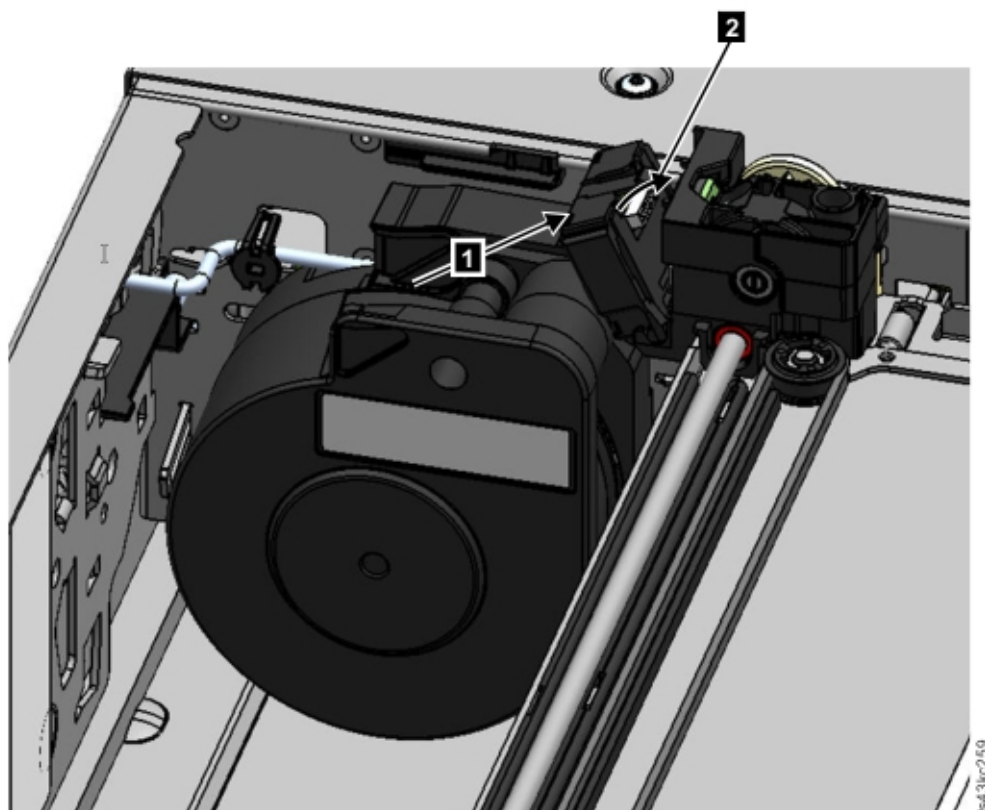

Figura 77. Instalación del cable de spooling
5. Coloque el cable de spooling en las ranuras donde se conecta al descriptor de acceso y gírelo hasta que encaje en su sitio. Consulte Figura 77 en la página 174.